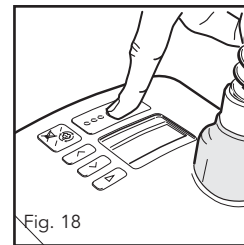

Fig. 18
11. Schalten Sie das Gerät durch Drücken der An-/Aus-Taste  ein (Abb. 18). Auf dem Display erscheint zuerst „Air“, dann „vo“ und dann die Aufwärmssymbole. (Abb. 19). Beim Aufwärmen des Gerätes verbleiben weitere Striche auf dem Display, bis das Symbol „gebrauchsbereit“  erscheint (Abb. 20). In der Aufwärmphase darf die Patientenschnittstelle nicht getragen werden.